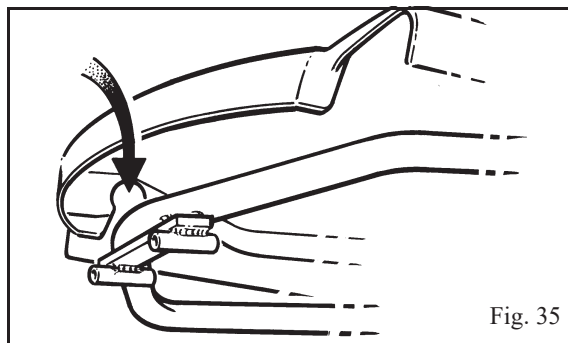

Fig. 35
2. Juster festeørene over den bakre tverrstangen på seterammen. (Se Fig. 35)